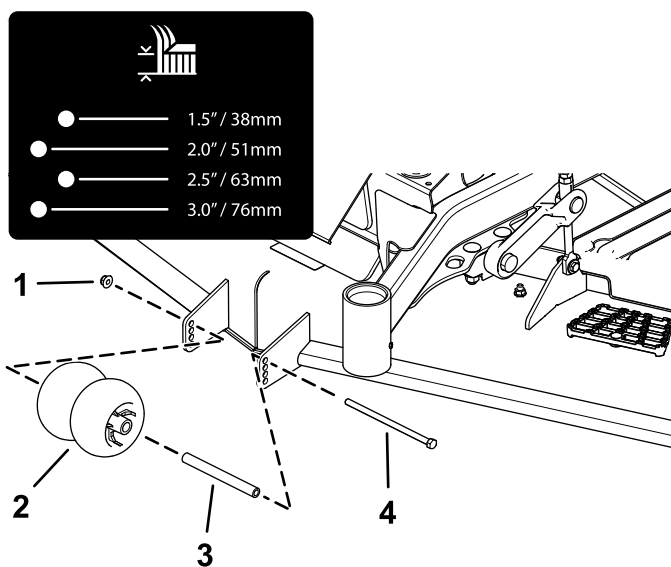
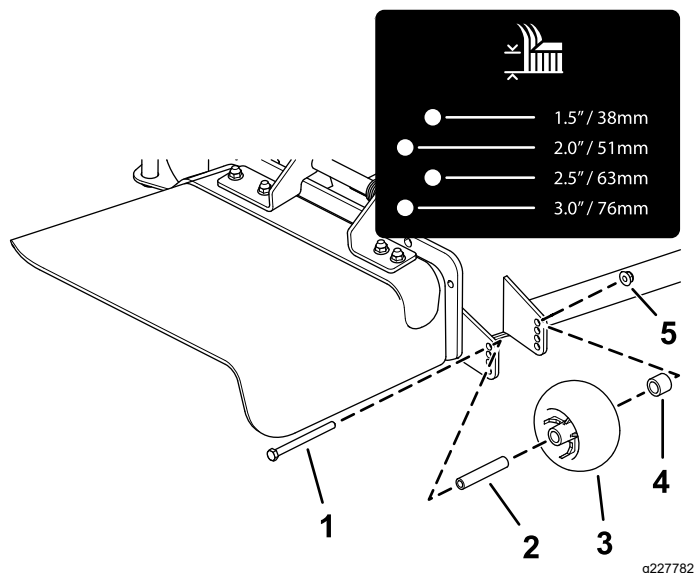
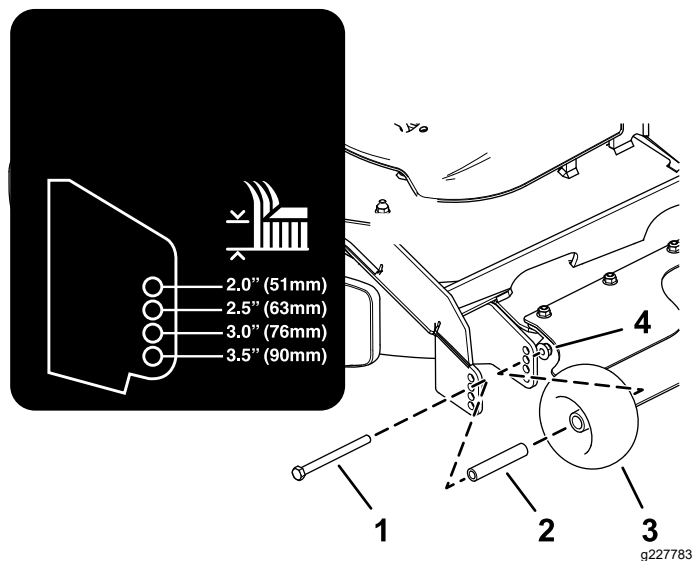
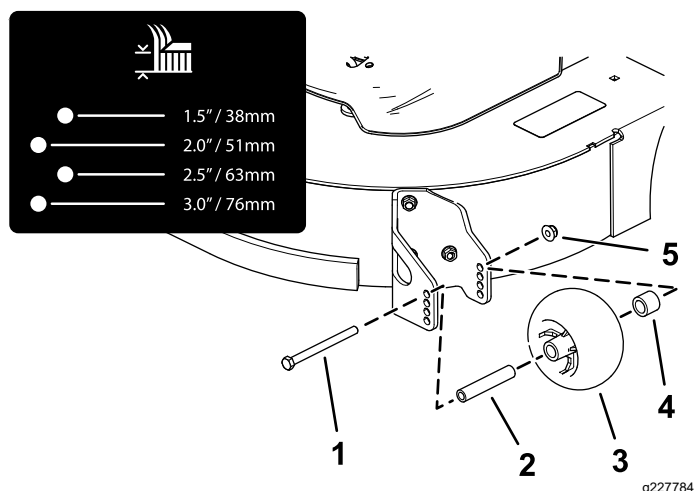

Рисунок 26
Рисунок 27
Рисунок 29
Рисунок 28
4. Відрегулюйте антиобдирні ролики, як показано в Рисунок 26, Рисунок 27, Рисунок 28, та Рисунок 29..